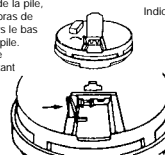

FIGURE 3
5. Lors de l'installation de la pile, abaissez le doigt de rappel de pile dans le compartiment à piles et insérez la pile (voir Figure 3).